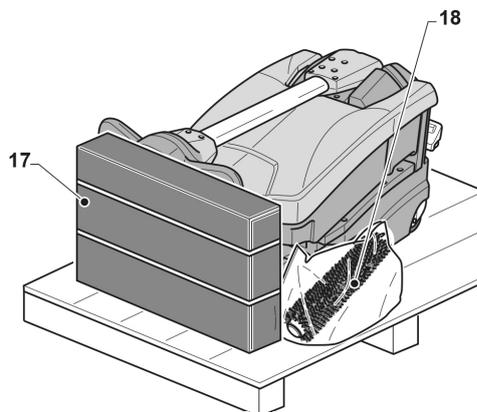

Abb. 3: Transport
- Entfernen Sie die Schachtel (Pos.17, Abb. 3) mit dem dazugehörigen Zubehör und die Tüte (Pos. 18, Abb. 3), in der sich die Bürste befindet.